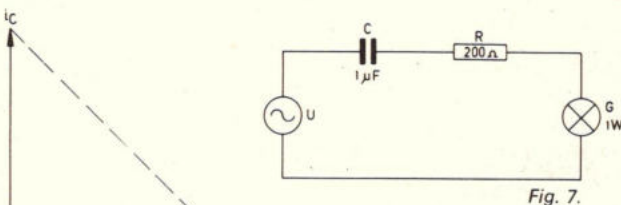

Fig. 7.
5. De spanningsbron U in de schakeling van fig. 7 levert een sinusvormige spanning met een effectieve waarde van 50 V en een onbekende frequentie f_x . G is een gloeilamp van 1 W, 10 V.